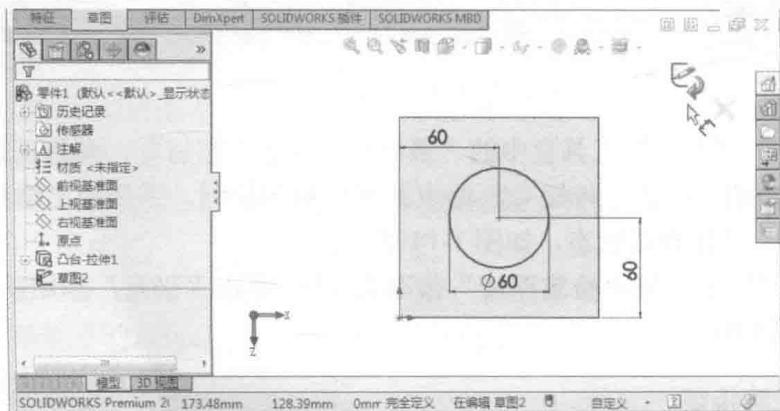

图 1-18 对圆标注定形和定位尺寸
(3) 按“Ctrl+8”组合键(或单击快捷菜单中的“正视于”按钮 \downarrow ，或单击“视图(前导)”工具栏中“视图定向”按钮 \square 下的“正视于”按钮 \downarrow)，以使所选平面正对着屏幕，参见图 1-18。
(4) 单击“智能尺寸”按钮 \diamond ，单击圆边线将圆的直径尺寸设为 60；单击圆边线移动光标至竖直边线处，当出现边线被选中时单击(出现圆心至边线的距离)，标出水平定位尺寸 60。同理，标出上下定位尺寸 60。此时状态栏提示草图已“完全定义”，如图 1-18 所示。